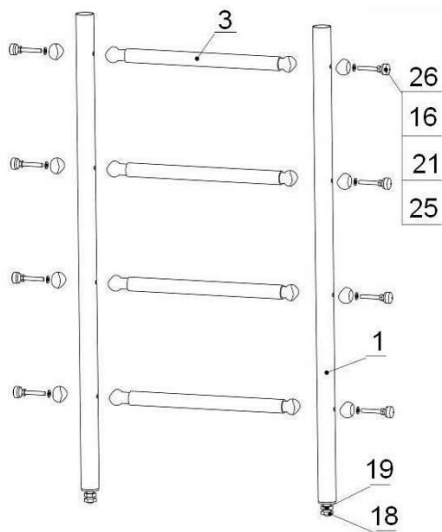

Рисунок 2
3.5 Собрать нижние стойки (поз.1) с 4 перекладинами (поз.3) используя болты (поз.16). Болты (поз.16) до упора не затягивать, болты (поз.18) вкрутить до упора. (Рис. 2)
лестницы, как показано на рис. 2.
3.7 Используя соединительную втулку (поз.8) и стыковочное кольцо (поз.28) собрать верхние стойки (поз.2) с нижней частью лестницы как показано на рис.2. При сборке используется также крепеж (поз. 21, 31) и пластиковые элементы (поз. 25, 26)